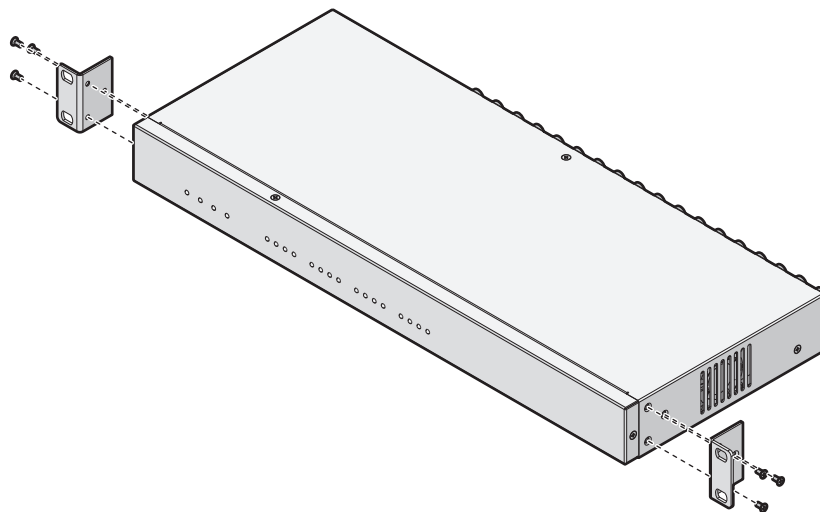

Рис. 11. Крепление монтажных кронштейнов к устройству
2. Совместите три отверстия под винты в монтажных кронштейнах с резьбовыми отверстиями в левой и правой стороне шасси (см. рис. 11).